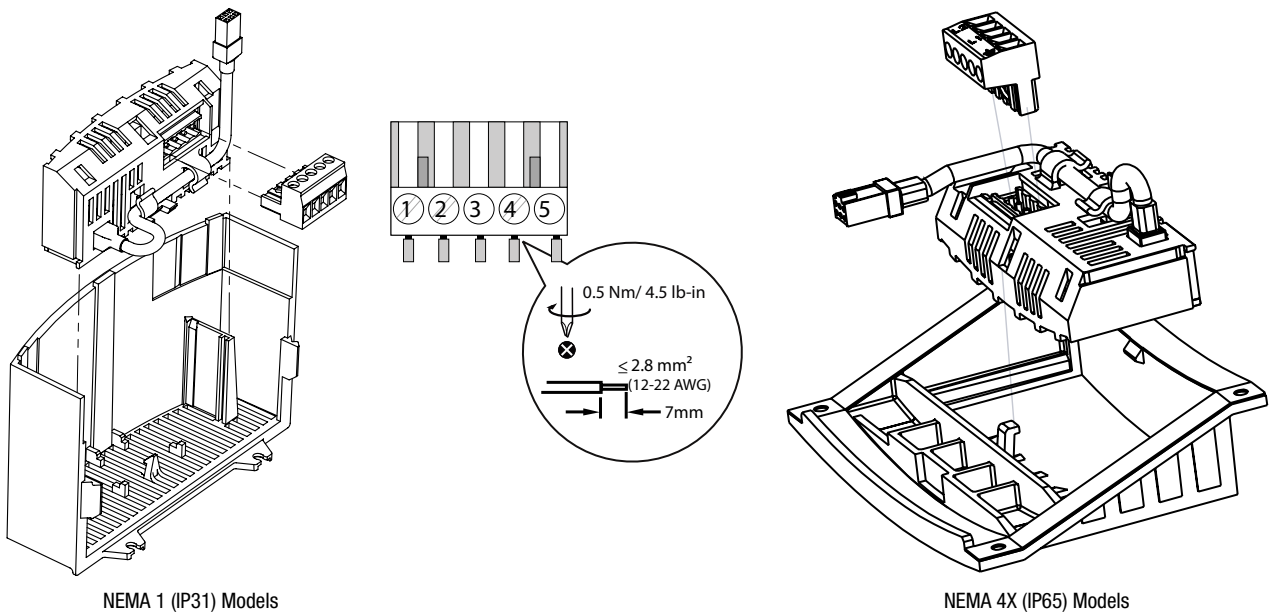

Figura 2: instalación del módulo de comunicaciones RS-485
2. Inserte el módulo de la opción RS-485 en la cubierta del terminal y presione hasta oír “click” en posición según lo ilustrado en la Figura 2.